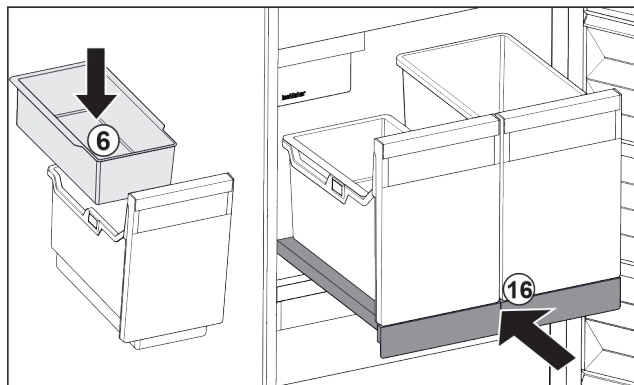

Fig. 146
- ▶ Installer le balconnet Fig. 146 (6) pour glaçons.
- ▶ Rentrer le compartiment coulissant avec le bac (IceTower). Fig. 146 (16)